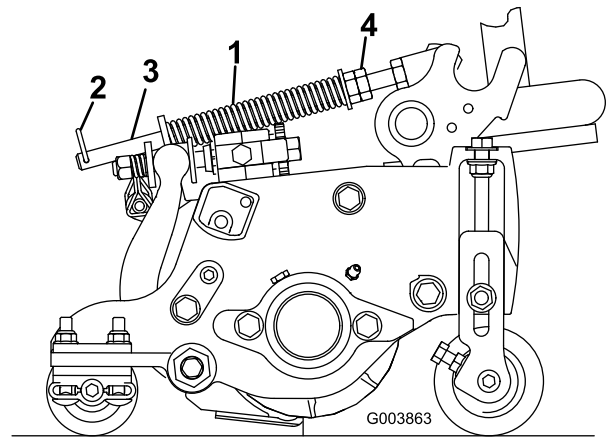

Figure 15
2. Serrez les écrous hex. sur l'extrémité avant de la tige de ressort jusqu'à ce que la longueur du ressort comprimé soit égale à 12,7 cm sur le Reelmaster 5210 & 5410 à plateaux de coupe de 5 pouces ou à 15,9 cm sur le Reelmaster 5510 & 5610 à plateaux de coupe de 7 pouces (Figure 15).
Le ressort de compensation (Figure 15) transfère aussi le poids du rouleau avant au rouleau arrière. (Cela évite la formation d'ondulations à la surface de la pelouse.)
1. Vérifiez que la goupille fendue est insérée dans le trou de la tige de ressort (Figure 15).